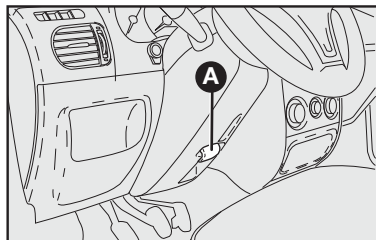
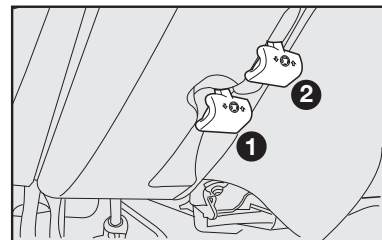

fig. 12
fig. 13
VOLANTE – fig. 12 e 13
- 1) Deslocar a alavanca **A**–fig. 12 para a posição **2**–fig. 13.